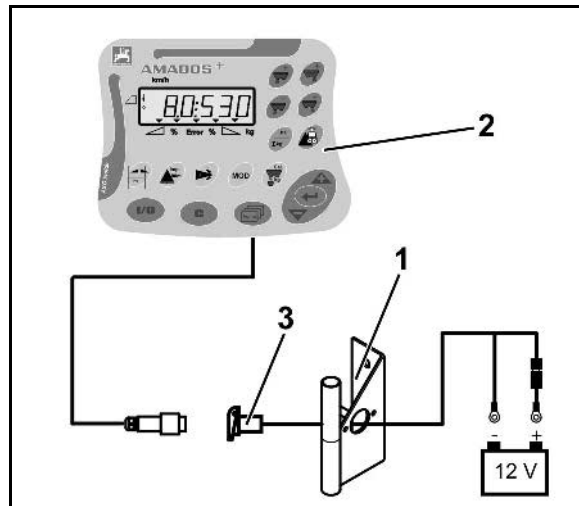

Рис. 16
1. Держатель с компьютером (Рис. 16/2) устанавливается на трубу консоли.
2. Гнездо (Рис. 16/3) соединительного кабеля для подключения к аккумулятору нужно закрепить на консоли.